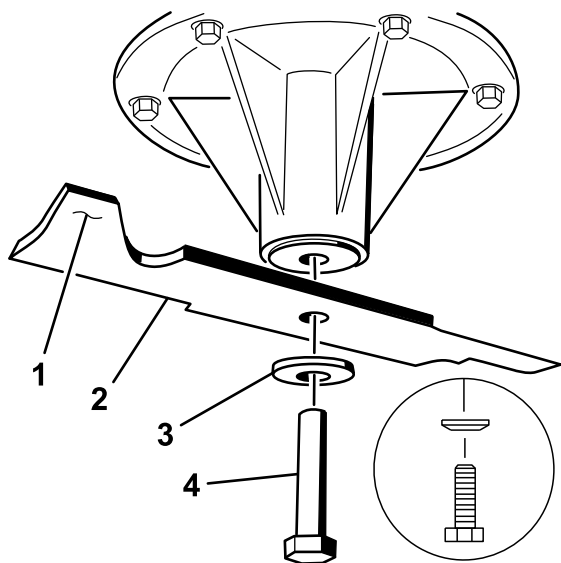

Figure 91
2. Enlevez de l'axe, le boulon, la rondelle bombée et la lame (Figure 91).